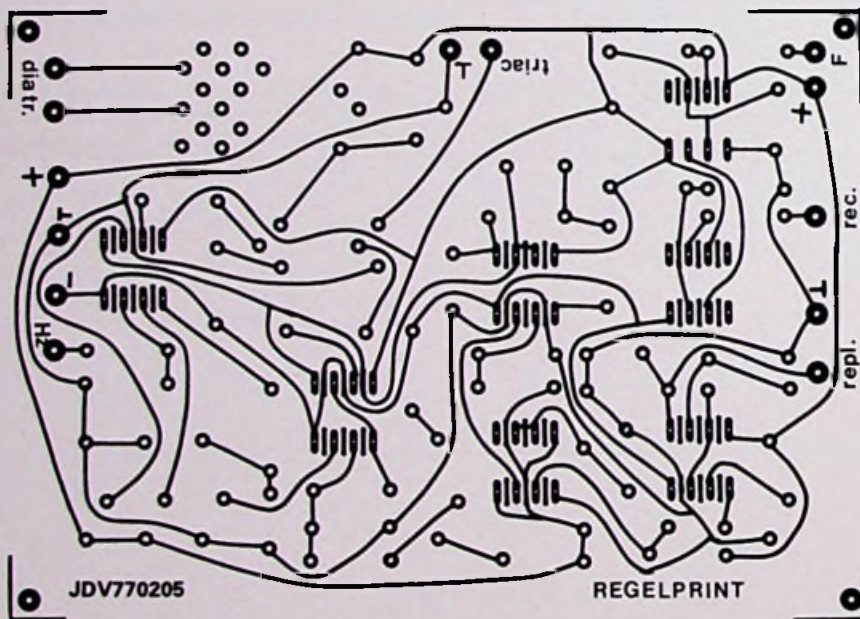

Fig. 13 Afregeling regelspanning en zaagtandspanning
2. Deze puls veroorzaakt een dode tijd in de maken zaagtandspanning. De reden hiervoor is de volgende. Bij lichtniveau sturing van een projectorlamp is het verschil tussen 90% en 100% licht en ook het gebied van 0% naar 10% nauwelijks of niet waar te nemen. Regelt de fader nu het hele gebied van 0% tot 100%, dan zou, aan het begin en het einde van de fading, de beweging van de schuifpotmeter hier geen effect te zien geven. Het regelgebied kunnen we beperken van 10% tot 90%, zodat het schuiven van de potmeter direct licht verandering oplevert. Met het trigger niveau van P3 kan men nu een blokpuls regelen, waarvan de puls-breedte evenredig is verdeeld om het nulpunt van de gelijkgerichte 50 Hz sinus (fig. 13). De hierdoor verkregen dode tijd in de zaagtandspanning beperkt later de triac-open sturing aan de 0% en 100% licht kant, waardoor het gewenste effect is verkregen. Eventueel kan bij gebruik blijken dat een groter of kleiner sturingsgebied wenselijk is. Met P3 regelt men dat dan naar behoefte af.
Met het afregelen begint men in de stand local. P1 wordt ergens in het midden gezet. Testpunt 1 moet nu ongeveer het spanningsverloop van fig. 13 opleveren. De spanningsniveaus mogen afwijken, de afregeling vindt dan gewoon plaats met de door u gevonden waarden. Het trigger niveau voor IC7b wordt met P2 binnen de DC sprong gebracht, die het indrukken van de transportpuls -schakelaar op de fader- veroorzaakt in de regelspanning. (Later kan dit eventueel moeten worden bijgesteld als het monteren op de band, in de 0% lichtstand, ook transport pulsen veroorzaakt.) Hierna moet de zaagtandspanning in amplitude en DC-niveau worden afgeregeld in het gebied van de regelspanning tussen 0% en 99% licht (fig. 13). Met een oscilloscoop is dit geen probleem. Men zet dan de spanningen van testpunt 1 en 2 om de beurt, of bij een dubbelstraalscoop tegelijkertijd, op het scherm. Allereerst regelt men met P3 de dode tijd in de zaagtandspanning af op 2 ms, daarna de amplitude en het DC-niveau met P4 en P5, tot de zaagtand „past” in het aangegeven gebied. Het effect dat nu de beweging van de schuifpotmeter in het projectorlicht geeft, kan nu verder „op het gevoel en gezicht” tot een optimaal resultaat worden afgeregeld met de genoemde trimpotmeters.